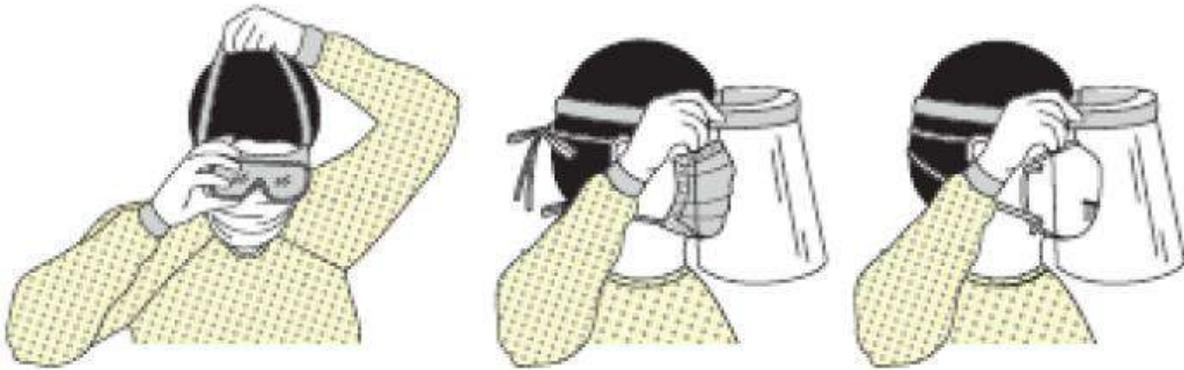

Figura 6. Colocación de la protección facial y ocular
**5.3.1.2.** Colocar los lentes de seguridad, sobre la cara y ojos, sujetándolos de las ligas o las varillas (Figura 6).